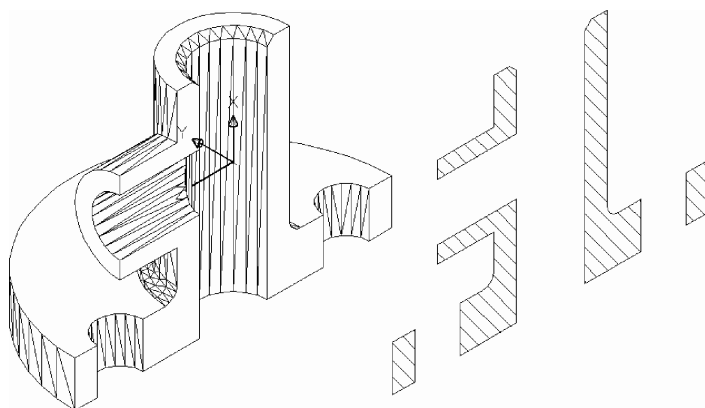

Fig. 10.38 Secționarea modelului
Specify a point on desired side of the plane or [keep Both sides]: se indică un punct situat în acel semispațiu mărginit de planul de secțiune în care se află porțiunea de piesă care va rămâne după secționare, cealaltă porțiune fiind eliminată – vezi Fig. 10.38, stânga.
- Dacă se dorește o secțiune propriu-zisă, se folosește comanda **Section** – vezi Fig. 10.38, dreapta.